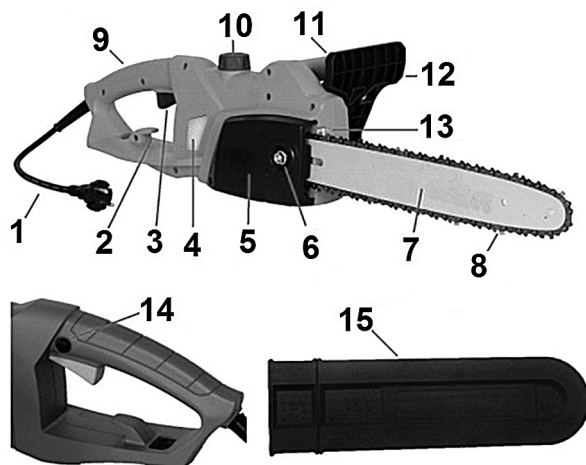

Рис.1 Основные узлы и органы управления
Расположение основных узлов и органов управления показано на Рис. 1
Номера перед описаниями соответствуют номерам на Рис.1 — это поможет Вам найти то или иное предохранительное устройство.
2. Открутите гайку крепления крышки шины (Рис. 1 п. 6) и снимите крышку шины (Рис. 1 п. 5).
Для заправки бака маслом открутите крышку бака (Рис. 1 п. 10) и залейте необходимое количество масла, затем плотно закрутите крышку бака. Уровень масла в баке контролируйте по указателю (Рис. 1 п. 4).